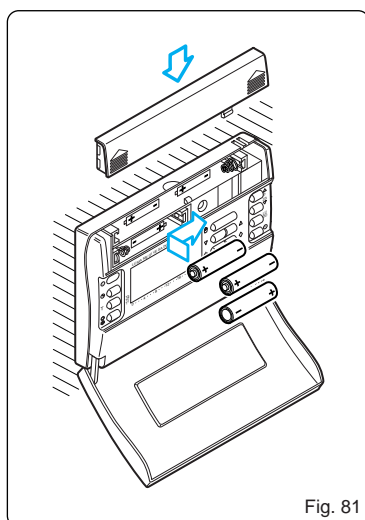

Fig. 81
16.3 - Togliere le pile scariche ed inserire n. 3 pile alcaline LR03 tipo micro stilo AAA da 1,5V nell'apposita sede rispettando le polarità indicate sul fondo dell'alloggiamento (fig. 81).